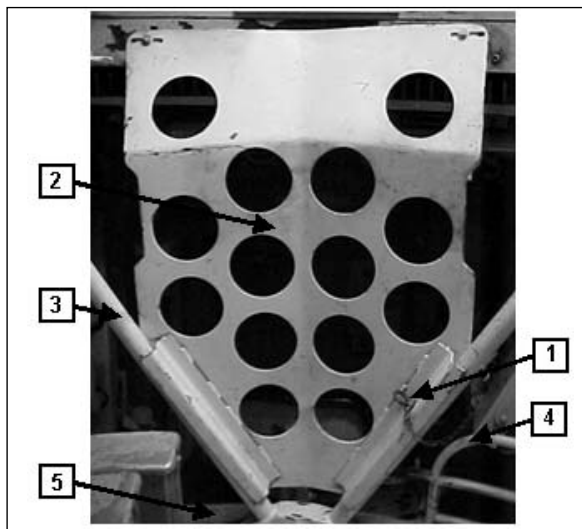

Fig 4-101. Plataforma de proteção do motorista
c. Remoção e instalação da plataforma de proteção do motorista (Fig 4-101)
(1) A plataforma de proteção do Motr pode ser removida para permitir o acesso àquele compartimento pelo interior da torre e para o carregamento ou descarga da munição 105 mm dos alojamentos de munição do chassis.
(2) Remoção - Remover o pino de soltura rápida (1), enquanto mantém a plataforma (2) apoiada no seu suporte (3); remover a plataforma assim que estiver liberada. Remover o pino de soltura rápida, mantendo a grade (4) apoiada no piso da torre(5).
(3) Instalação - Instalar a grade (4) em seu encaixe e fixá-la com seu pino de soltura rápida ; instalar a plataforma de proteção do Motr em seu suporte (3), fixando com o pino de soltura rápida (1).